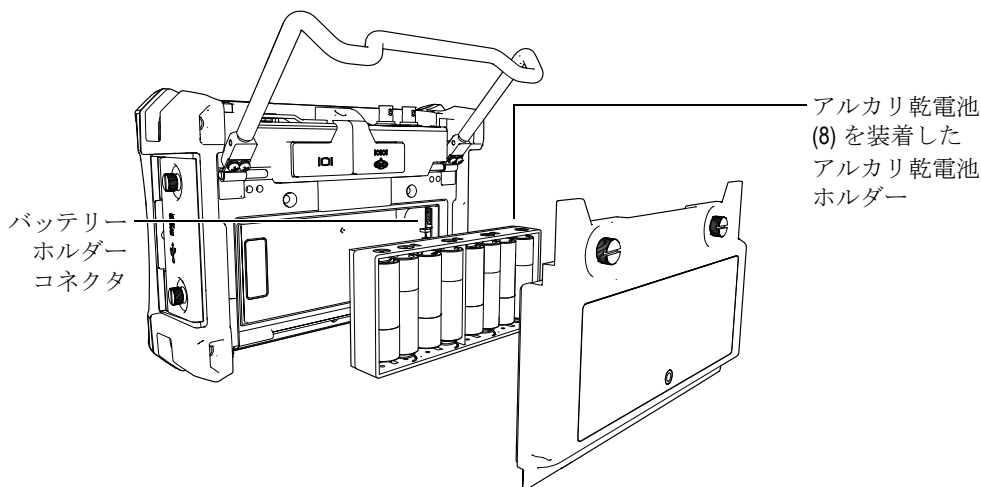

図 1-11 アルカリ乾電池ホルダー
6. アルカリ乾電池ホルダーをバッテリー収納部に置きます（23 ページ図 1-11 参照）。